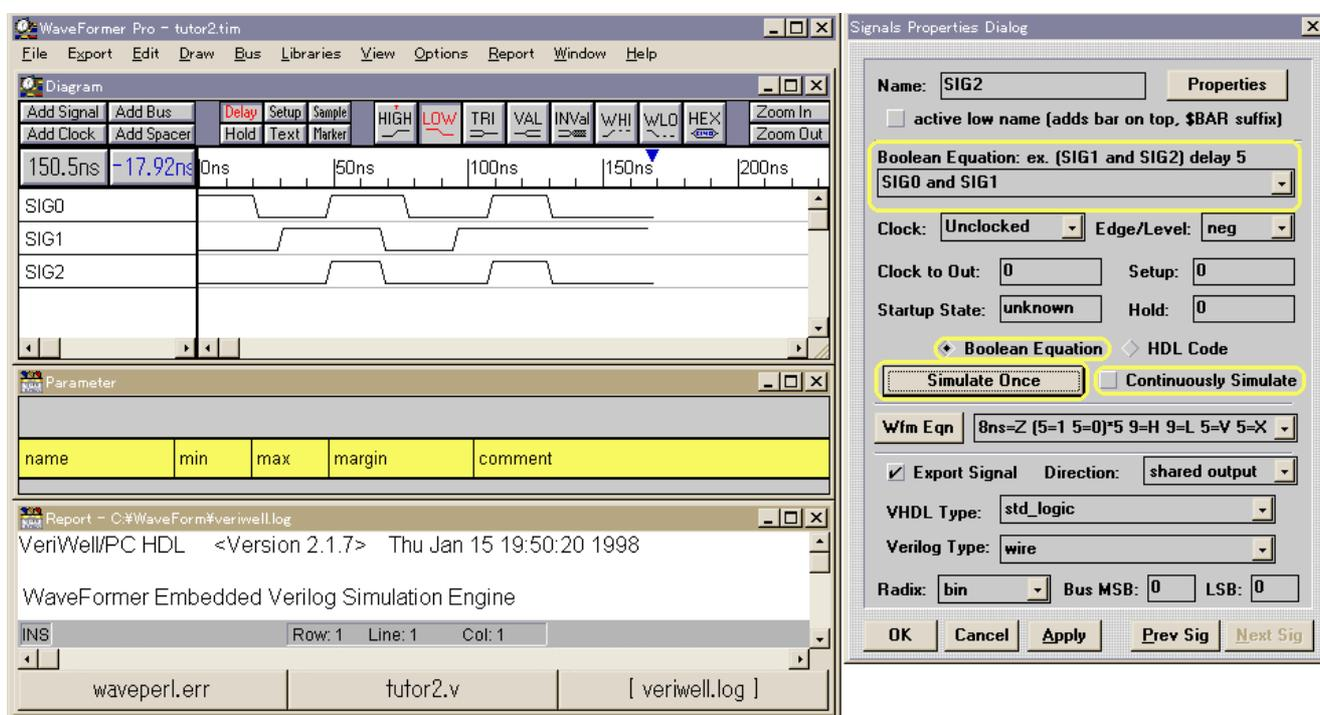

図 1.2 シミュレーションによる波形の自動生成例
2. 図 1.2 に示すようにダイアログ・ボックスとダイヤグラム・ウィンドウを並べて配置します。なお、このダイアログ・ボックスは本節が終了するまで開いたままにしておきます。また、本節で取り上げるすべての制御子やボタンはみな Signal Properties ダイアログ・ボックスに含まれています。
3. Boolean Equation ラジオ・ボタンが選択されていることを確認してください(図 1.2)。
4. Boolean equation の項目に以下の式を入力します(信号名は大文字と小文字を区別する)(図 1.2)。
5. Simulate Once ボタンをクリックして信号 SIG2 自身の波形が描かれることを確認してください(図 1.2)